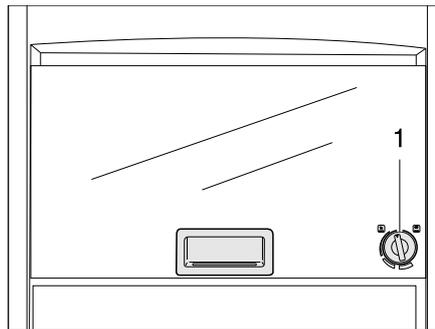

Bild 206 Gasbackofen (Dometic)
- Den Drehregler (Bild 206,1) leicht drücken und nach links auf eine beliebige Position drehen.
- Den Drehregler (Bild 206,1) auf "O" drehen. Die Flamme erlischt.